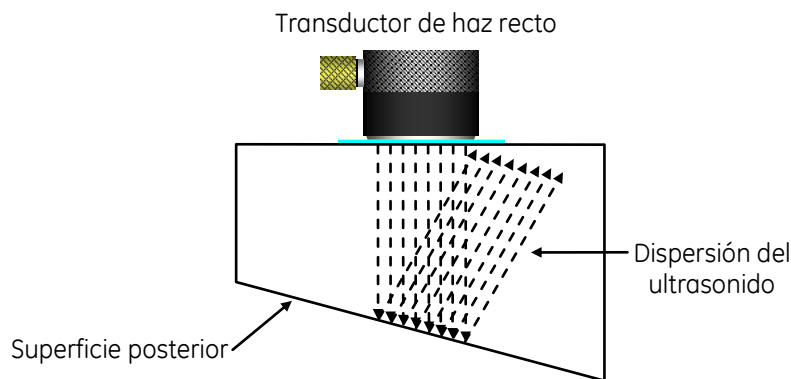

Figura No. 72: Dispersión del ultrasonido producida por la geometría de la pieza
- Geometría de la pieza — Cuando la superficie posterior no es paralela con respecto a la superficie en donde se encuentra acoplado el transductor, o cuando la divergencia del haz alcanza una superficie lateral de la pieza, se puede producir dispersión del haz y conversión de modo, por lo cual, se pueden generar indicaciones en la pantalla del instrumento ultrasónico que puedan crear confusión durante la interpretación, figura No. 72. En la inspección de piezas con superficies paralelas es importante monitorear la reflexión de pared posterior para evaluar y asegurar que la onda ultrasónica pasa adecuadamente a través de la pieza.